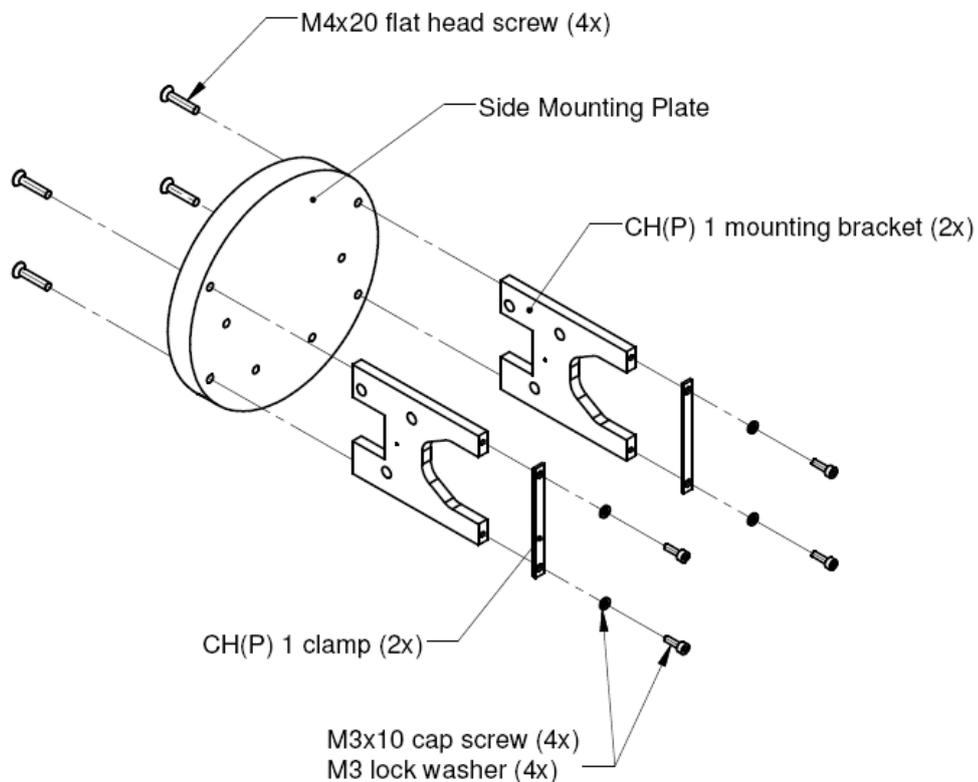

Figura 4.5: Ensamblaje del Plato de montaje lateral con el kit de montaje de pirheliómetro CH(P) 1
El esquema de mecanizaciones del Plato de montaje lateral se muestra en la figura 4.5.
- Pre-montar el Plato de montaje lateral como se indica en la figura 4.5 y fijar el Palto de montaje lateral al eje cenital. Asegurarse de que el plato está presionando contra el extremo del eje cenital.